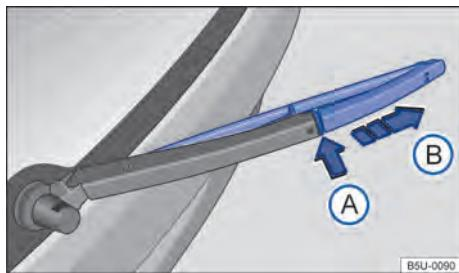

Fig. 153 Substituir a palheta do limpador do vidro traseiro.
- Manter a tecla de destravamento → Fig. 153 ① pressionada.
- Retirar a palheta do limpador do vidro traseiro no sentido da seta ②.